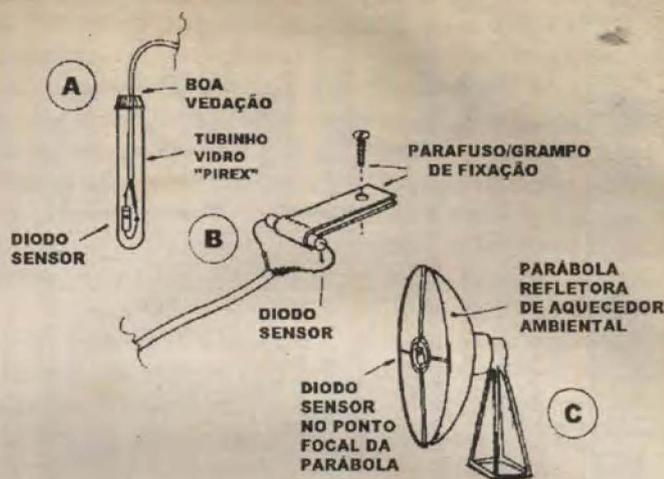

Fig. 5
- FIG. 5 - AS DIVERSAS POSSIBILIDADES PRÁTICAS PARA